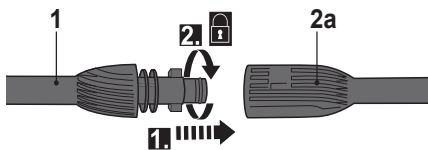

Рис. 5
> Совместите наконечники патрубка высокого давления (1) с канавками соединительного отверстия патрубка (2a) и вставьте его (Рис. 5, шаг 1).
> Надёжно установите патрубок высокого давления (1), повернув его по часовой стрелке до фиксации на месте (Рис. 5, шаг 2).